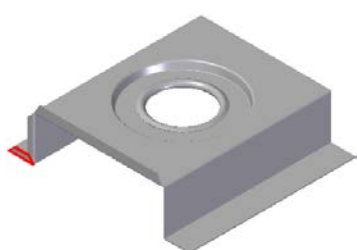
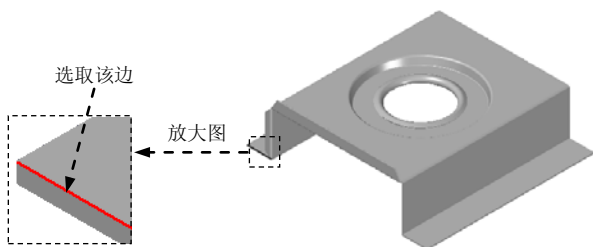

图 8.10.25 弯边特征 7
图 8.10.26 定义附着边
(5) 定义弯边属性及参数。单击“弯边选项”按钮，取消选中 ☐ 使用默认值* 复选框，在其 **折弯半径 (R)** 文本框中输入值 0.2，并取消选中 ☐ 折弯止裂口 (E) 复选框，单击 **确定** 按钮。
(6) 单击 **完成** 按钮，完成特征的创建。
Step11. 创建图 8.10.25 所示的弯边特征 7。
(1) 选择命令。在“主页”功能选项卡“钣金”工具栏下拉列表中单击“弯边”按钮。
(2) 定义附着边。选取图 8.10.26 所示的模型边线为附着边。
(3) 定义弯边类型。在命令条中单击“完全宽度”按钮；在 **距离** 文本框中输入值 5，在 **角度** 文本框中输入值 90，单击“外部尺寸标注”按钮和“外侧折弯”按钮；调整弯边侧方向向上，如图 8.10.25 所示。